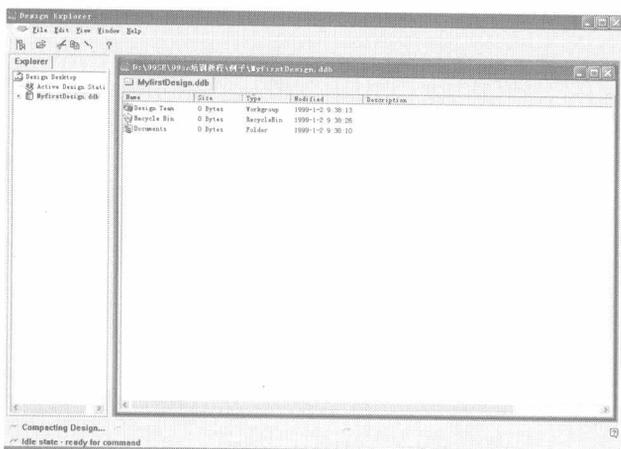

图 1-19 新建的设计数据库文件
5. 单击  按钮，回到新建设计数据库文件对话框，确认各项设置无误后，单击  按钮，即可创建一个新的设计数据库文件，如图 1-19 所示。
1. 双击图 1-19 中的  图标，打开该文件夹，将新建的原理图设计文件放置在该文件夹下。